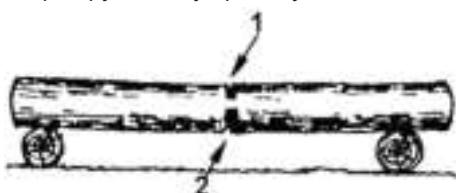

Рис. 10. Пропилы при раскряжевке дерева на двух опорах
- Бревно лежит на двух опорах (Рис. 10). Разгрузочный пропил (1) на 1/3 бревна делается сверху. Основной пропил (2) делается снизу навстречу разгрузочному пропилу.